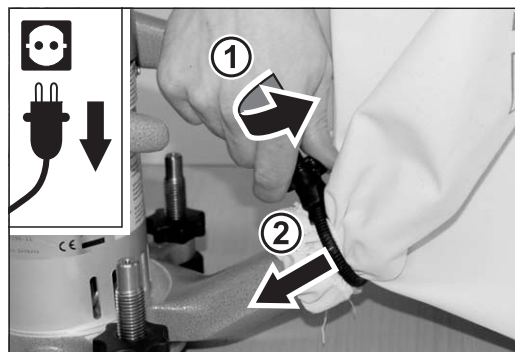

Abb. 31 Die Mutter am MultiClip aufdrehen (1) und den MultiClip über den Stutzen des Ventilatorgehäuses schieben (2).
- 5 Drehen Sie die Mutter des MultiClip-Staubsackverschlusses auf (Abb. 31, 1) und schieben Sie den MultiClip über den Stutzen des Ventilatorgehäuses (Abb. 31, 2).